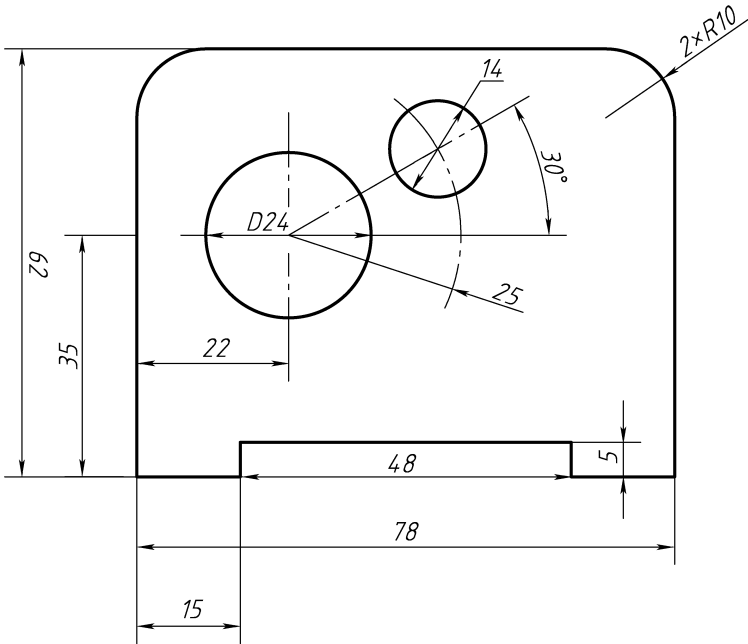

Fig. 1
1. Analyze dimension errors in the Fig. 1 and correct them in the Fig. 2. 分析图 1 中尺寸标注的错误，在图 2 中正确标注。